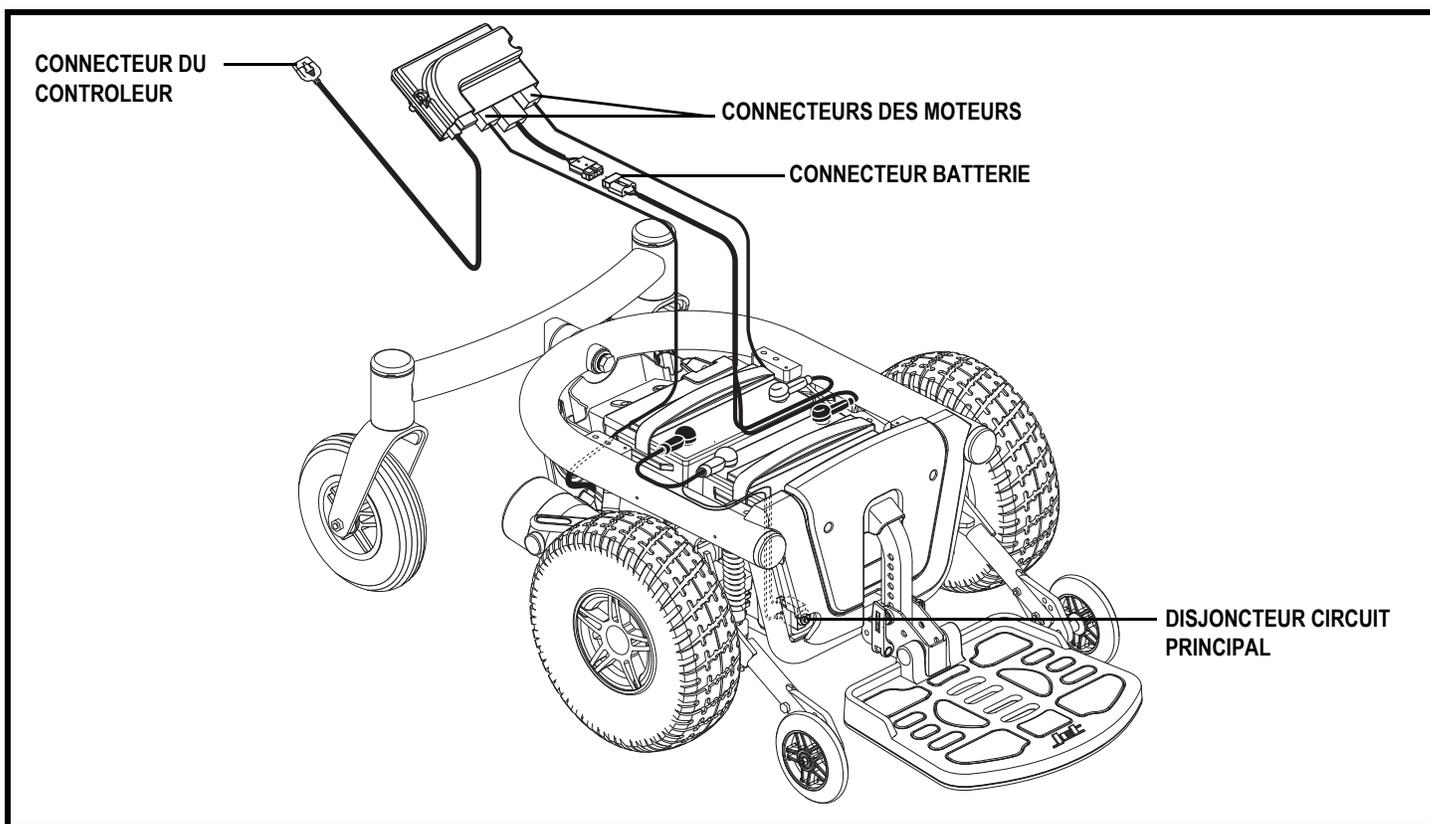

Figure 7. Composantes électroniques du Jet 3 Ultra
Les composantes électroniques sont situées sur la base motorisée. Le disjoncteur principal est devant le puits à batteries. Le connecteur du contrôleur et des moteurs sont situés sur le module d'alimentation à l'intérieur de la base. Voir la figure 7.
8. Branchez les connecteurs des moteurs et le connecteur de batterie sur le module d'alimentation. **Voir la figure 7.**
2. Débranchez les connecteurs du contrôleur de la module d'alimentation du contrôleur. **Voir la figure 7.**